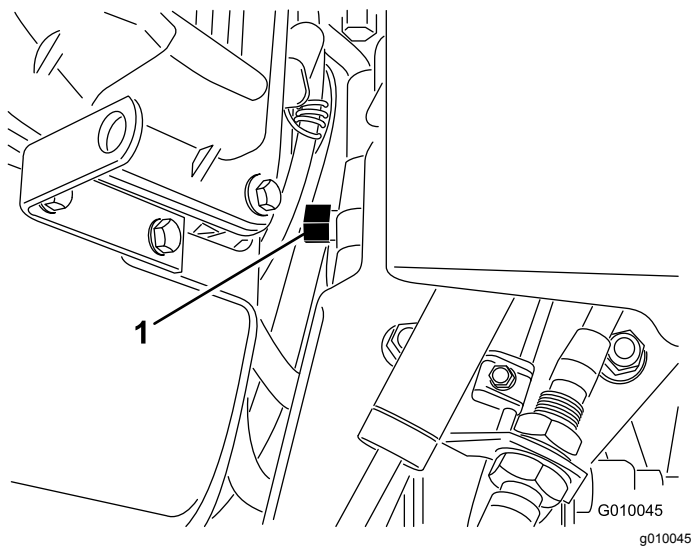

Figura 31
2. Individuate la valvola di bypass tra il motore e la pompa idrostatica (Figura 31).
3. Con una chiave da $\frac{5}{8}$ " fate compiere 1 giro in senso antiorario alla valvola di bypass. Ciò consente al fluido idraulico di bypassare la pompa, consentendo alle ruote di girare (Figura 31).
5. Per utilizzare nuovamente l'arieggiatore, ruotate la valvola di bypass in senso orario di 1 giro (Figura 31).